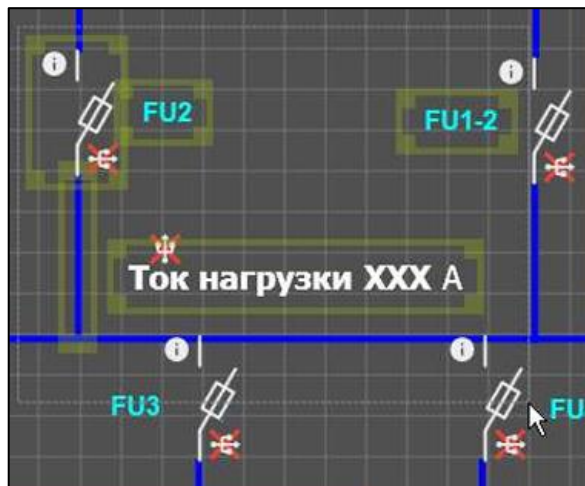

Рисунок 58
- Способ 1 – выбор осуществляется указанием мышью прямоугольной области захвата (рисунок 58). Зона захвата обозначается белой пунктирной линией. Выделенные элементы обозначаются обозначением периметров участков схемы, занимаемых каждым из элементов. При зажатой клавише Ctrl на клавиатуре можно последовательно указать несколько зон выделения элементов.